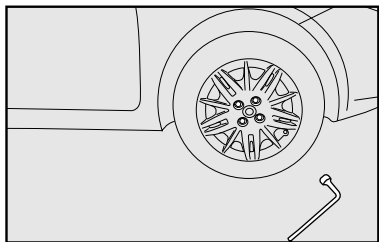

fig. 4
- Desapertar cerca de uma volta os parafusos de fixação da roda a ser substituída, **fig. 4** (nos veículos equipados com calota fixada sob pressão, retirá-la antes, usando a chave de fenda)